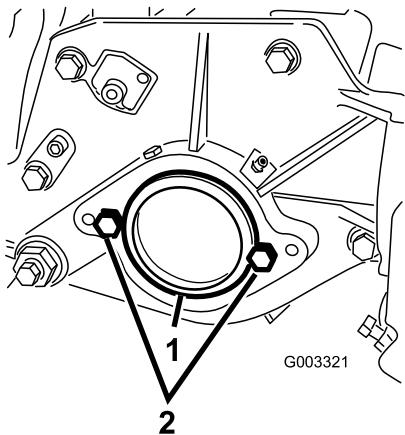

Figure 7
2. A l'extrême droite du plateau de coupe, retirez l'obturateur en plastique du logement de roulements (Figure 7).
3. Enlevez les 2 vis de la plaque latérale droite (Figure 7).
- 2. Vis (2)
5. Placez les 2 vis de fixation du moteur de cylindre sur la plaque latérale gauche du plateau de coupe sans les serrer (Figure 7).